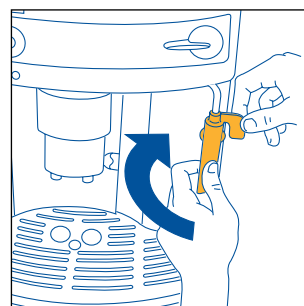

Fig.25
- Ruotare la manopola in senso orario fino a fine corsa e, con una mano, tenere ferma la maniglietta del tubo del cappuccinatore e con l'altra, svitare il cappuccinatore stesso ruotandolo in senso orario e poi sfilarlo verso il basso (fig. 25).